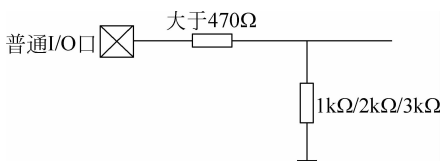

图 3-1-7 让 I/O 口上电复位时控制输出为低电平的驱动电路
(2) 由于 IAP15W4K58S4 单片机既有弱上拉输出模式又有强推挽输出模式,可在单片机 I/O 口上加一个下拉电阻($1k\Omega$ 、 $2k\Omega$ 或 $3k\Omega$),这样上电复位时,虽然单片机内部 I/O 口是弱上拉/高电平输出,但由于内部上拉能力有限,外部下拉电阻又较小,无法将其拉为高电平,所以该 I/O 口上电复位时外部输出低电平。如果要将此 I/O 口驱动为高电平,可将此 I/O 口设置为强推挽输出。此时,I/O 口驱动电流达 $20mA$,将该口驱动为高电平输出。实际应用时,先串联一个大于 470Ω 的限流电阻,再接下拉电阻到地,如图 3-1-7 所示。